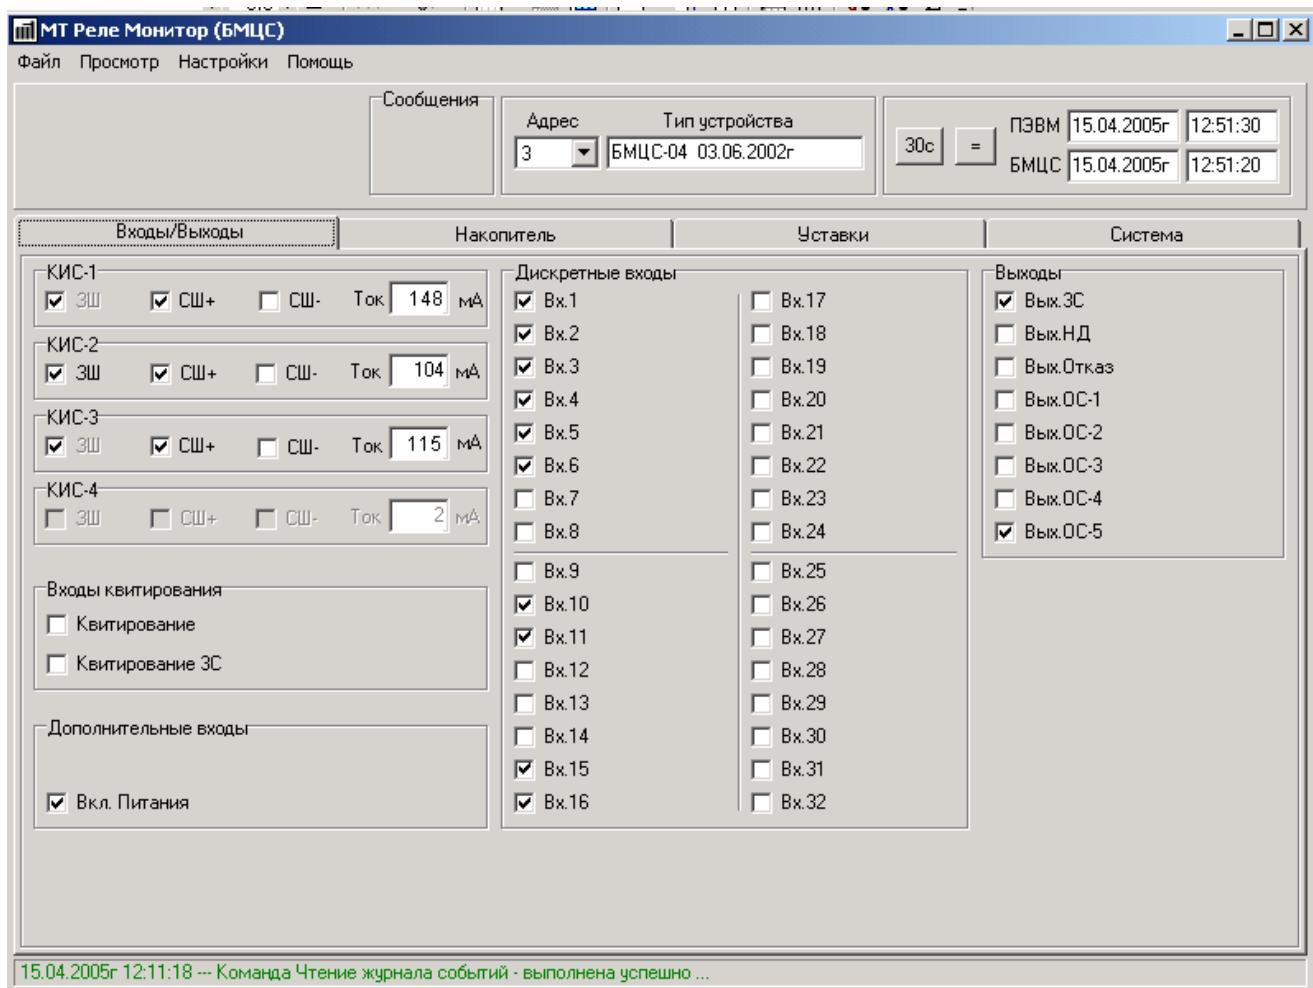

Рис. 98 Главное окно
При работе с устройствами НТЦ «Механотроника» запускают на компьютере программу «МТ Реле Монитор (БМЦС)», открывают главное окно и наблюдают на экране компьютера изображение, приведенное на рис. 98⁶.
При правильной настройки связи в главном окне программы (см. рис. 98) в окне «Тип устройства» появится адрес устройства (3), название подключенного блока и номер его исполнения (БМЦС-04), дата регистрации ПрО (03.06.2002), а также раскрытая вкладка «Входы/Выходы» с параметрами сети.